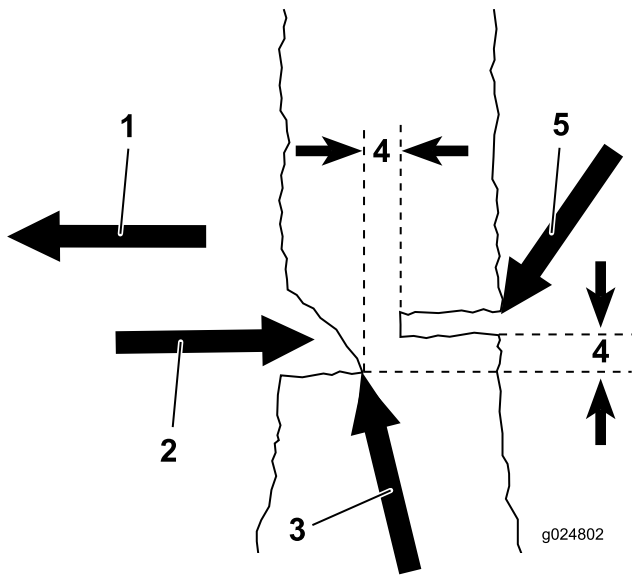

Figura 14
4. Realice un corte de caída, paralelo al corte de dirección, al menos 51 mm (2 pulgadas) más arriba, y lejos de corte de dirección (Figura 14).
5. A medida que el corte de caída se acerque a la bisagra (Figura 14), el árbol comenzará a caer. Retire la motosierra, suelte el gatillo para parar la cuchilla, ponga la motosierra en el suelo y retírese por la vía que determinó en 1.